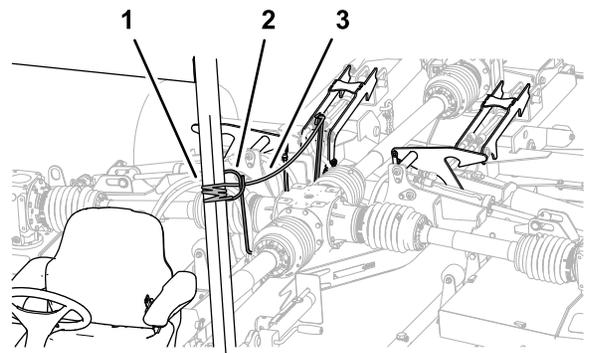

図 28
1. ホースガイドからのデッキロックロープを運転席に導く図 28。
2. デッキロックロープを、牽引車両のシャーシの動かない部分たとえば ROPS の柱材に縛り付ける図 28。